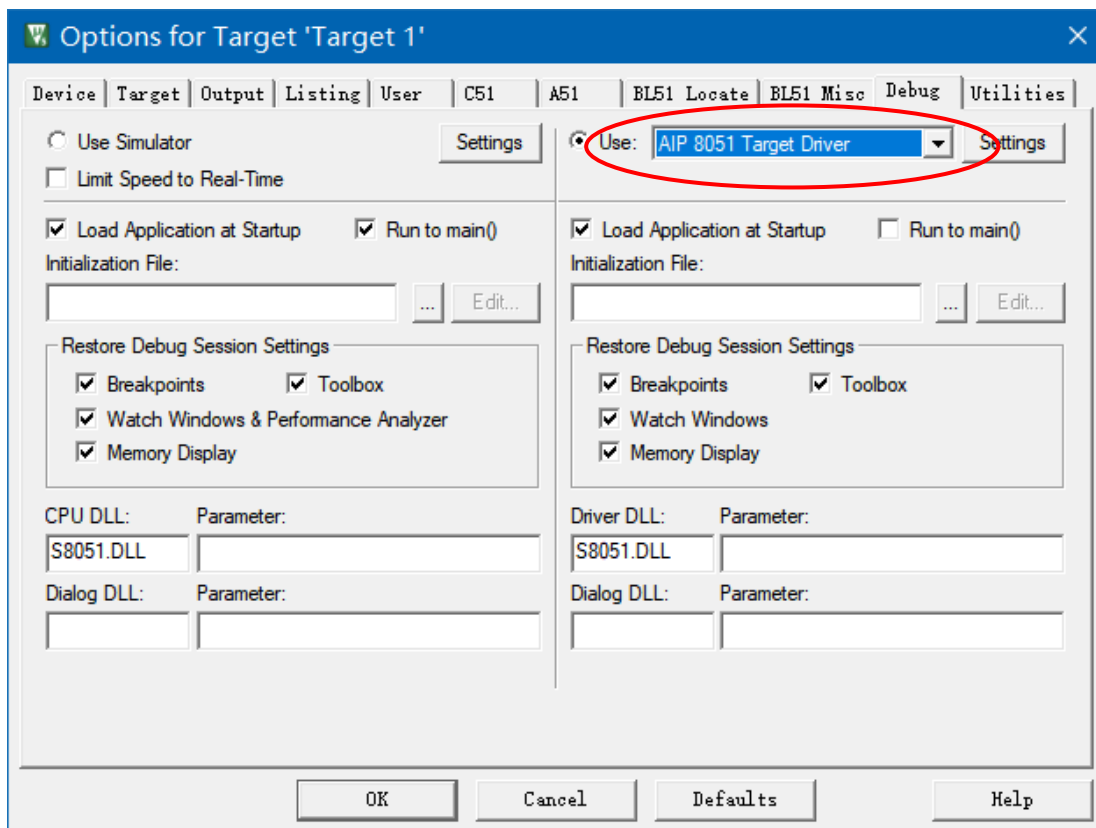

图 3-5 Debug 设置
b) 如图 3-5，在 Debug 选项卡中选择“Use”，并且在下拉列表框中选择“AiP 8051 Target Driver”选项。